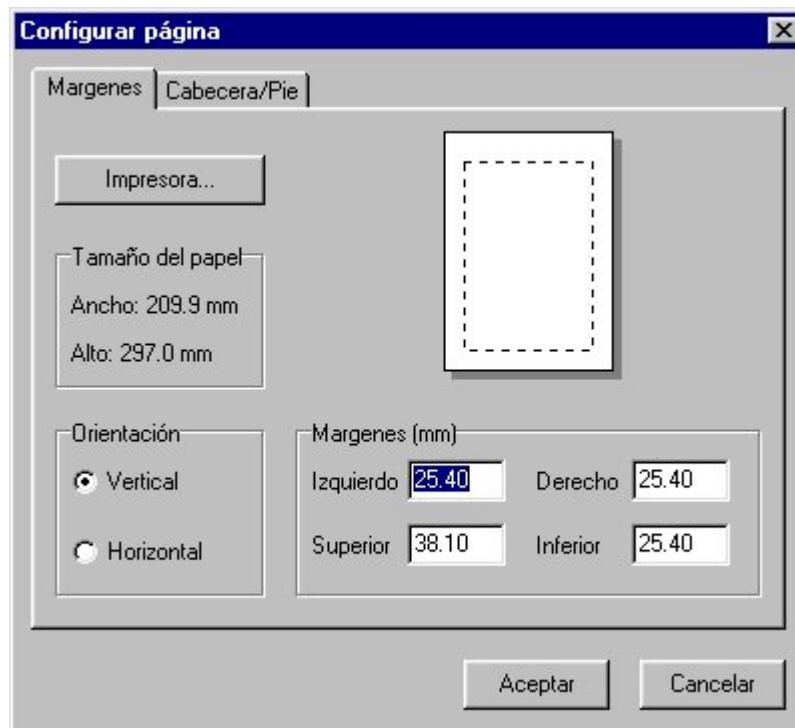

Figura 10.1. Configuración Página.
2. Presione el botón **Impresora** (Printer) en la Página de Configuración (Page Setup) que aparece, ver Figura 10.1.
5. Presione **Aceptar** (OK) en cada cuadro de diálogo para concluir con la selección.
2. Utilice los Márgenes de página (Margins page) del cuadro de diálogo de configuración que aparece (Figura 10.1) para:
4. Presione **Aceptar** (OK) para terminar.